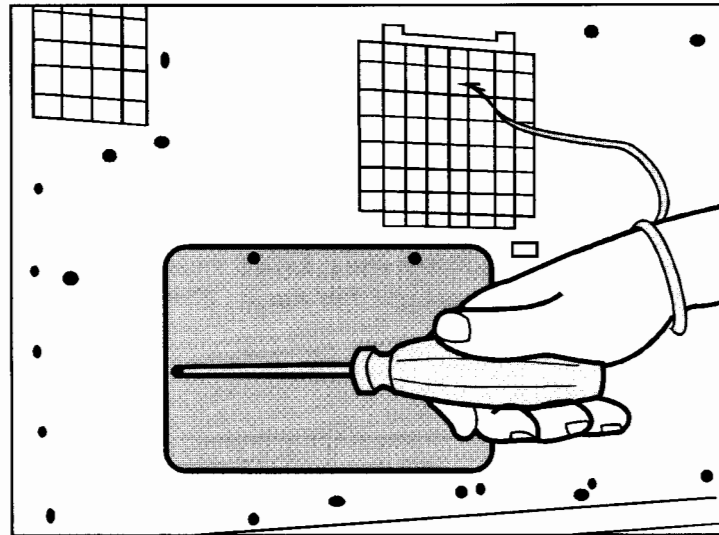

Abb. 1-4: Entfernen der Metallabdeckplatte
7. Legen Sie eine Erdungsmanschette zur Ableitung der elektrostatischen Aufladung an (falls vorhanden), und verbinden Sie sie mit dem Metallgitter, wie in Abb. 1-4 gezeigt.
8. Drehen Sie die 4 Schrauben aus der Metallplatte, und entfernen Sie die Platte (Abb. 1-4).
Bevor Sie eine Erweiterungskarte ausbauen, sollten Sie eine Erdungsmanschette zur Ableitung elektrostatischer Ladung anlegen (falls vorhanden) und diese, wie in Abb. 1-4 gezeigt, mit dem Metallgitter verbinden oder die antistatische Verpackung oder ein Metallteil des Druckers berühren.